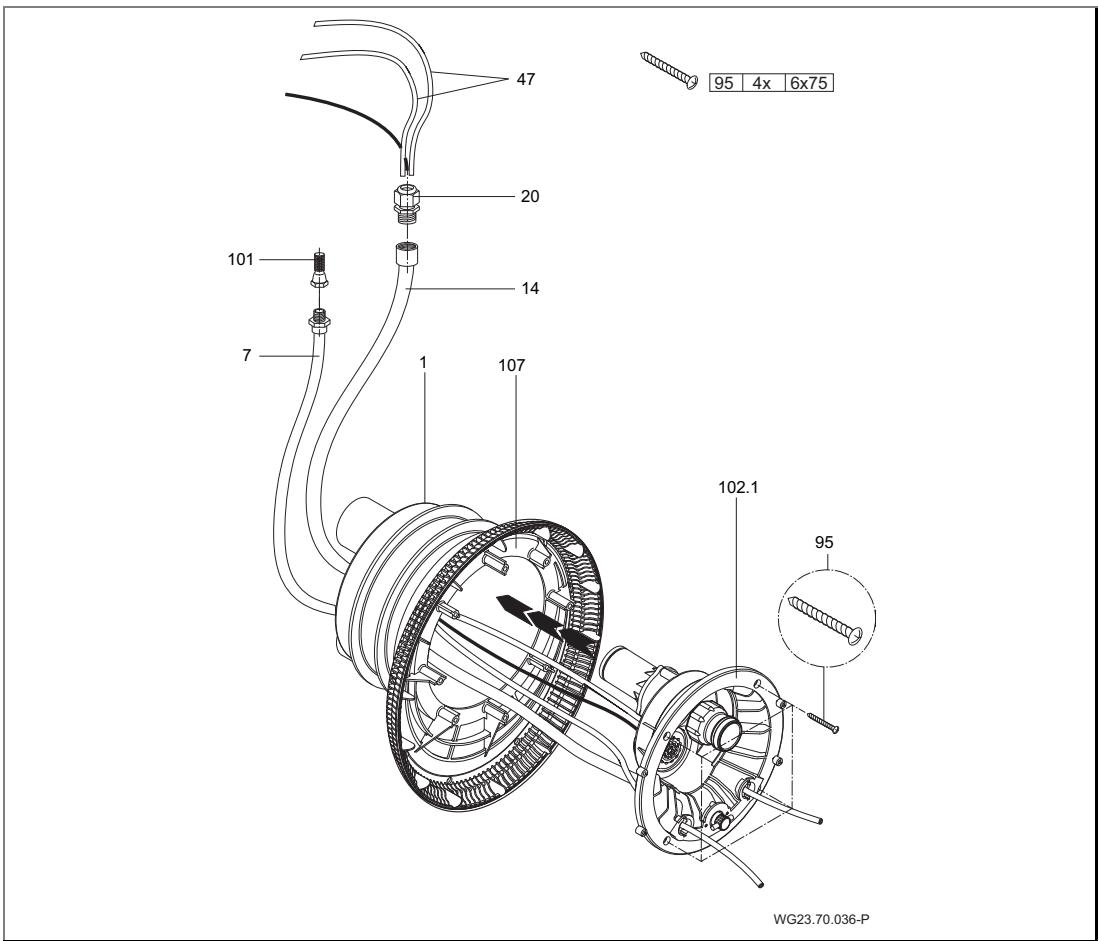

Fig. 17
3. Appliquer le boîtier des buses (102.1) sur le boîtier de montage (1).
5. Fixer la conduite d'air à l'aide de la pince (8) sur le régulateur d'air (21) monté en usine.
6. Fixer le boîtier des buses (102.1) à l'aide de quatre vis taraudeuses (95) sur le boîtier de montage (1). (Fig. 17)